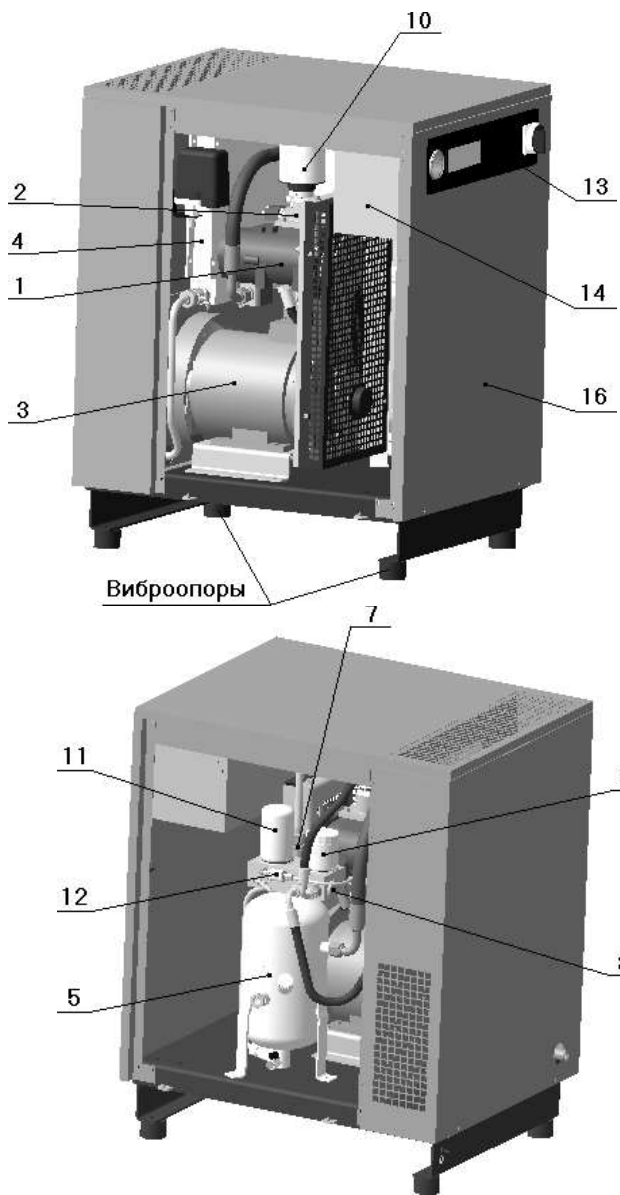
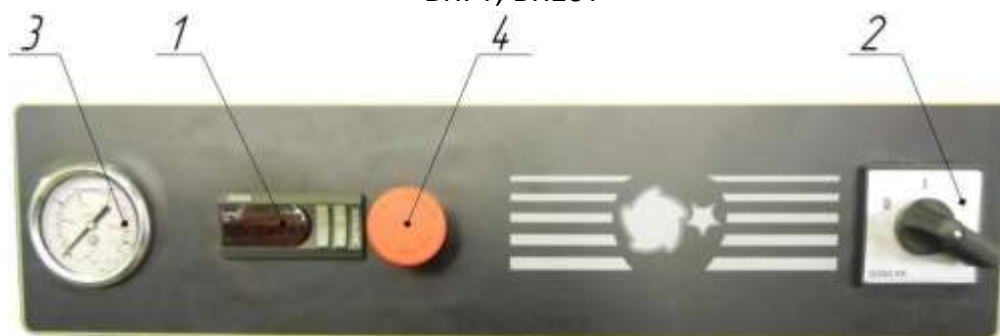

Рисунок 1 – Общий вид компрессорной установки ВК5Т-..., ВК7Т-..., ВК10Т-...
Рисунок 5
**1 – Винтовой блок** предназначен для выработки сжатого воздуха. Винтовые блоки, применяемые в компрессорных установках, приведены в таблице 3 (см. рисунок 1 или 2). В корпусе винтового блока расположены: винтовая группа, пропускные каналы для воздуха и масла, присоединительные фланцы.
**2 – Клапан всасывающий** (см. рисунок 1 или 3) воздушный выполняет функцию подачи воздуха в камеру сжатия и предотвращения выброса наружу сжатого воздуха и масла в момент останова установки при любом давлении подачи сжатого воздуха. Переключение клапана всасывающего в режим "ЗАГРУЗКА" или "ХОЛОСТОЙ ХОД" осуществляется при помощи клапана электромагнитного, который управляется программируемым контроллером от сигнала датчика давления.
**3 – Электродвигатель** (см. рисунок 1 или 2) предназначен для привода винтового блока.
**4 – Масляный радиатор** (см. рисунок 1 или 2) предназначен для охлаждения масла. Радиатор охлаждается потоком воздуха, который нагнетается вентилятором, установленным на втором конце вала электродвигателя привода установки.
**5 – Маслосборник** (см. рисунок 1 или 3) выполняет следующие функции:
**7 – Клапан минимального давления** (см. рисунок 1 или 3), установленный на линии нагнетания, предназначен для поддержания минимального давления в пределах 0,2...0,4 МПа внутри установки, для обеспечения пневмоуправления установкой и смазки подшипников винтового блока. Одновременно этот клапан выполняет функцию обратного клапана, блокируя установку от распределительной сети во время ее останова или работы на холостом ходу.
**8 – Термостат** (см. рисунок 1 или 3) состоит из запорного плунжера и термочувствительного глицеринового элемента, изменяющего направление потока масла в зависимости от его температуры, смонтирован в корпусе, на котором также установлен фильтр масляный. При включении установки масло циркулирует по малому контуру винтовой блок – маслоотделитель – термостат – масляный фильтр – винтовой блок для быстрого набора рабочей температуры смеси.
**9 – Фильтр масляный** (см. рисунок 1 или 3) неразборный изготовлен в металлическом корпусе. Он расположен в контуре смазки и предотвращает попадание твердых частиц на рабочие поверхности винтов и подшипников. Его замена необходима после выработки часов, указанных в разделе "ТО", а частота замены напрямую зависит от технического обслуживания воздушного фильтра и от качества масла.
**10 – Фильтр воздушный** (см. рисунок 1 или 2) открытого типа. Функция воздушного фильтра - предотвращение попадания загрязняющих частиц в зону винтовой группы и систему смазки. Не качественное обслуживание воздушного фильтра приводит к уменьшению срока службы блока винтового.
**11 – Фильтр-маслоотделитель (сепаратор)** (см. рисунок 1 или 3) завершает операцию отделения масла от сжатого воздуха и обеспечивает остаточное содержание масла в сжатом воздухе не более 3 мг/м3. Пропускная способность фильтра-маслоотделителя зависит от качества масла и его рабочей температуры.
**12 – Визуализатор возврата масла** (см. рисунок 1 или 3) предназначен для визуальной оценки количества масла на возврате из фильтра-маслоотделителя. Масло, отделенное фильтром-маслоотделителем, возвращается в систему смазки установки. Визуализатор позволяет проверить эффективность работы фильтра-маслоотделителя и системы сепарации.
**13 – Панель управления** (см. рисунок 1 или 2). На лицевую сторону панели управления вынесены следующие органы управления (рисунок 5):
**14 – Шкаф с электроаппаратурой** (см. рисунок 1 или 2) представляет собой короб закрытого типа с установленной платой, на которой смонтирована пускорегулирующая аппаратура и устройства защиты, доступ к которым осуществляется путем демонтажа верхней панели корпуса и крышки шкафа.
**16 – Корпус шумозащищенного исполнения** (см. рисунок 1 или 2) служит для снижения уровня шума в рабочей зоне установки.